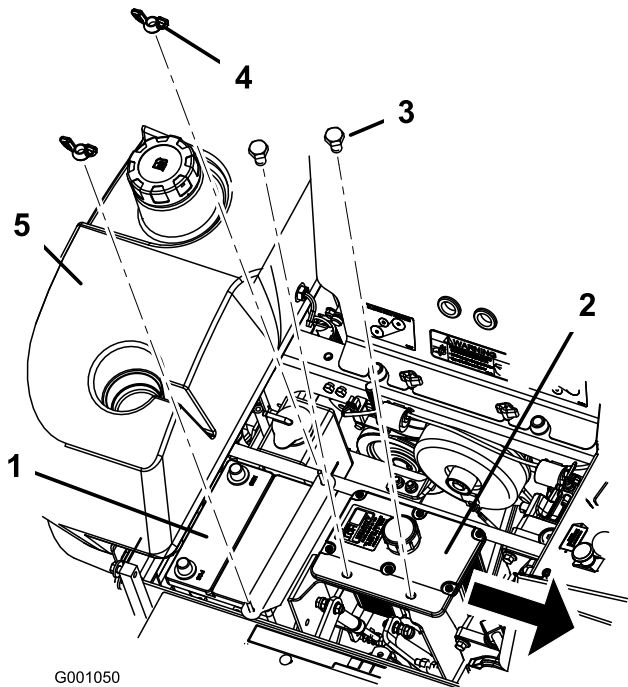

Bild 46
6. Entfernen Sie beide Flügelmutter (1/4 Zoll), mit denen die Batterieschelle befestigt ist (Bild 46).
7. Entfernen Sie die beiden Schrauben, mit denen der Hydraulikbehälter befestigt ist (Bild 46).
1. Legen Sie die Batterie in den Ständer, sodass die Klemmen auf der anderen Seite des Hydraulikbehälters sind (Bild 46).
6. Befestigen Sie die Batterie mit J-Schrauben, einer Halteschelle, 2 Scheiben (1/4 Zoll) und 2 Flügelmuttern (1/4 Zoll) (Bild 46).